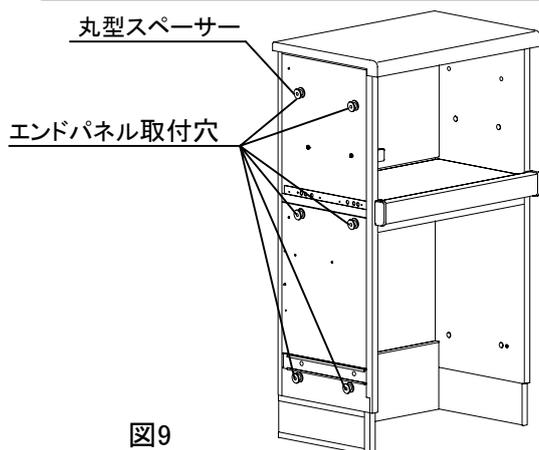

図9
- (1)側板の穴シールを取り剥がしてください。
- (2)側板の6ヶ所に、丸型スペーサーの穴に合わせて貼付けてください。(図9参照)